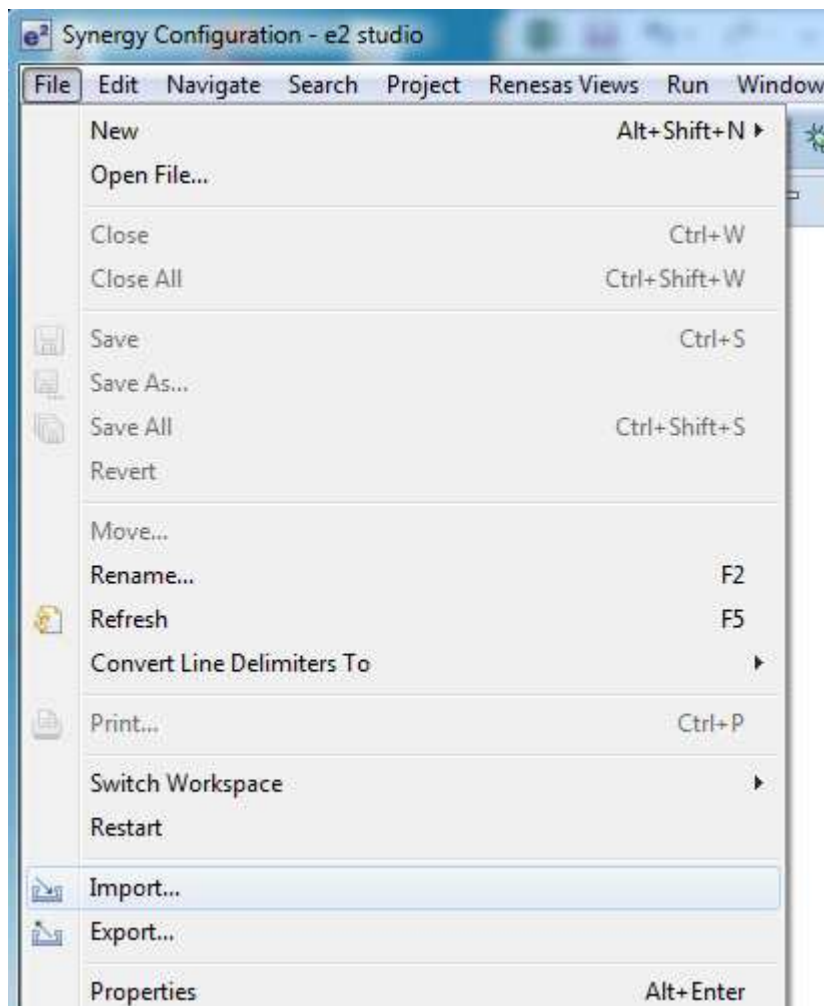

図 2.5 File ドロップダウンメニュー
4. 図 2.5 のとおり、メニューバーの[File]メニューから [Import]をクリックします。